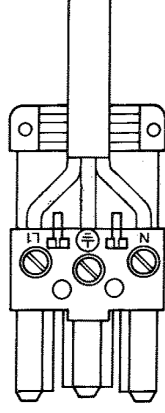

Abb. 1 Anschluß der Leitung von der Heizkreispumpe in Gegenstecker **20**
1. Heizkreis mit Mischer: Anschlußleitung der Heizkreispumpe des Heizkreises mit Mischer in Gegenstecker **20 A** entsprechend Abb. 1 anschließen. Heizkreis ohne Mischer (falls vorhanden): Anschlußleitung der Heizkreispumpe des Heizkreises ohne Mischer in Gegenstecker **20 B** entsprechend Abb. 1 anschließen.